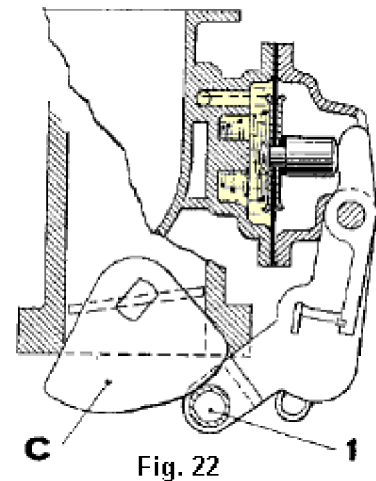

Fig. 22
NOTA. - Sur certains carburateurs, de création récente, la tringle de commande de pompe est remplacée par une came (C) montée en bout d'axe du papillon des gaz (fig. 22) et qui reste en contact avec un galet (1) disposé au bas du levier de pompe. Le profil de la came régie le volume de l'essence injectée ainsi que la durée de cette injection.